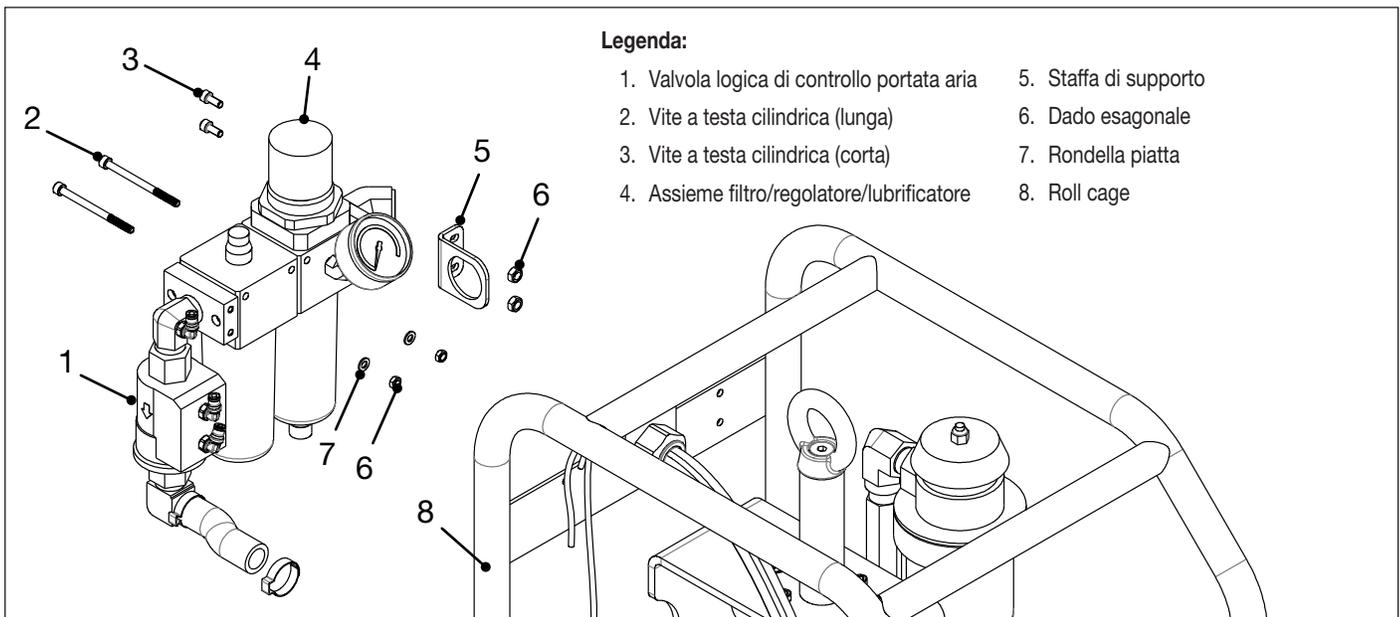

Figura 16: Filtro/regolatore/lubrificatore, valvola di controllo dell'aria e ferramenta di montaggio.
4. Rimuovere le due viti a testa cilindrica che tengono fissato l'assieme filtro/regolatore/lubrificatore al roll cage. Vedere Figura 16.
5. Rimuovere le due viti a testa cilindrica che tengono fissata la staffa di supporto al roll cage. Vedere Figura 16.
21. Avvitare il filtro/regolatore/lubrificatore al roll cage tramite due viti con rondella piatta e dado esagonale. Applicare Loctite 243 sul filetto delle viti e serrarle a 6,2-7,3 Nm [65-75 in-lbs]. Vedere Figura 16.
22. Fissare la staffa di supporto al roll cage tramite due viti con dado esagonale. Applicare Loctite 243 sul filetto delle viti e serrarle a 6,2-7,3 Nm [65-75 in-lbs]. Vedere Figura 16.